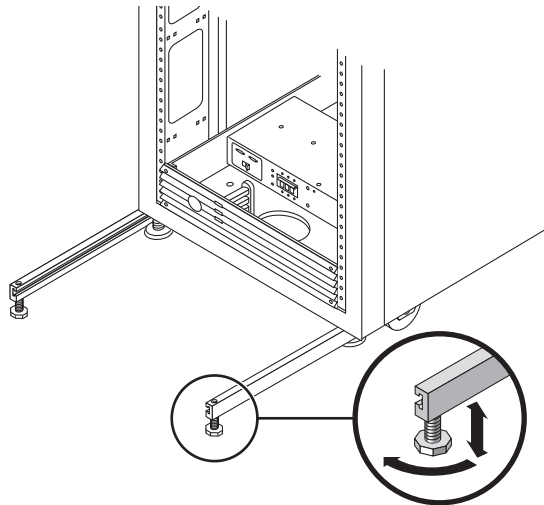

FIGURE 2-5 Réglage des patins du dispositif antibasculement
- 6. À l'aide de la clé de réglage, réglez le pied des deux dispositifs antibasculement de sorte qu'ils soient en contact avec le sol (FIGURE 2-5).**